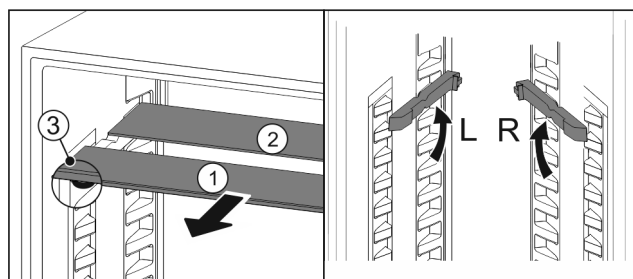

Fig. 145
- Sortir les tablettes par l'avant Fig. 145 (1).
- La tablette en verre Fig. 145 (1) avec bordure décorative est située à l'avant.
- Les butées Fig. 145 (3) sont orientées vers le bas.